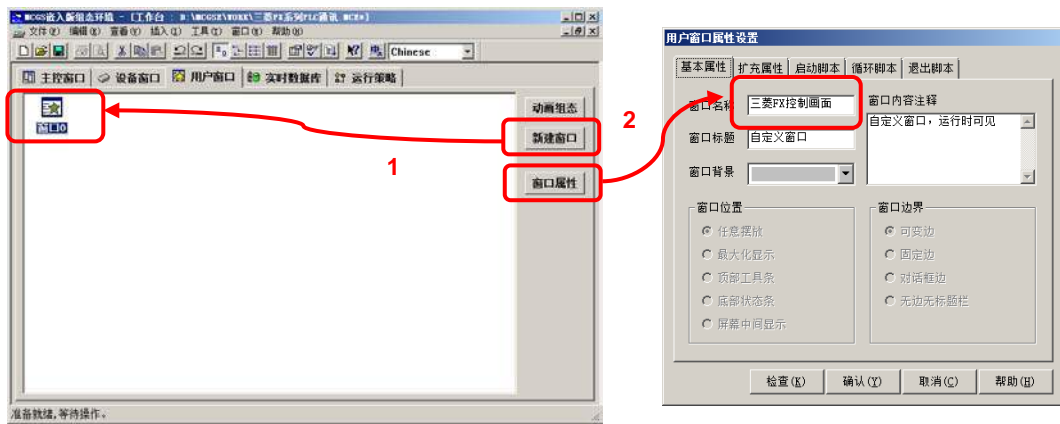

图 4.2.4
■ 在工作台中激活用户窗口，鼠标单击“新建窗口”按钮，建立新画面“窗口0”。如图4.2.4所示。
■ 接下来单击“窗口属性”按钮，弹出“用户窗口属性设置”对话框，在“基本属性页”，将窗口名称修改为“三菱FX控制画面”，点击确认进行保存。如图4.2.4所示。